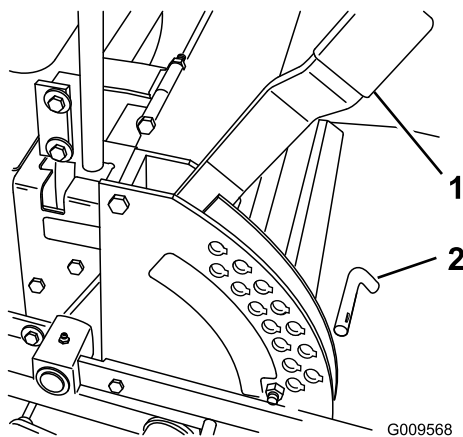

Figure 27
1. Élevez le levier de sélection de hauteur de coupe en position de TRANSPORT (qui correspond aussi à la hauteur de coupe de 127 mm [5 po]) (Figure 27).
2. Pour changer la hauteur de coupe, retirez l'axe du support de hauteur de coupe (Figure 27).
3. Insérez l'axe dans le trou du support correspondant à la hauteur de coupe voulue (Figure 27).